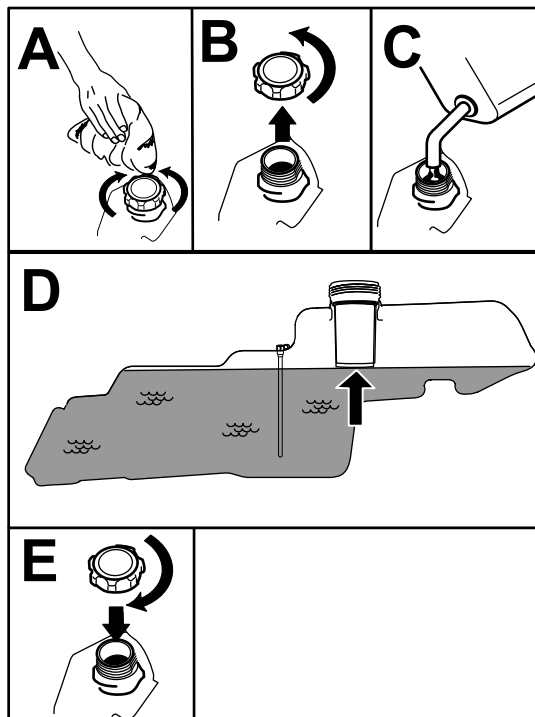

図 8
5. 燃料タンクの首の根元まで燃料を入れる **図 8**。